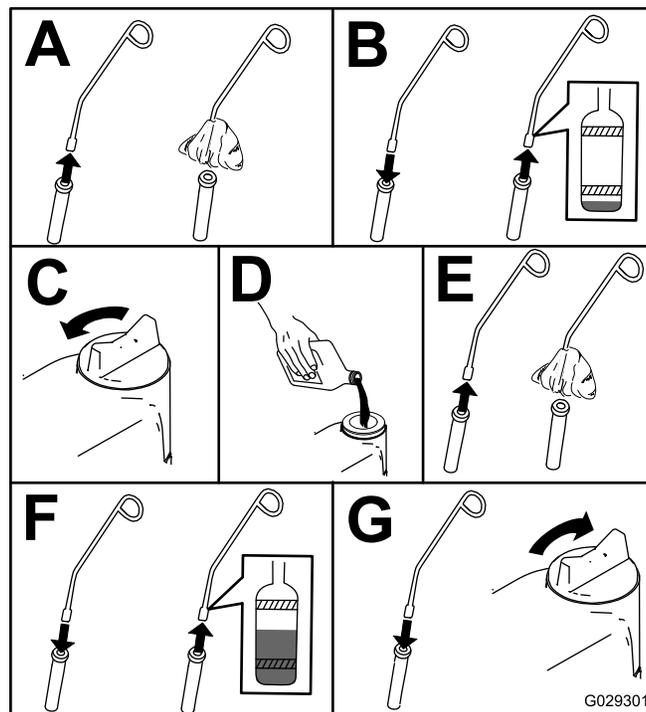

Figura 48
3. Verifique o nível de óleo do motor, conforme se mostra na Figura 48.